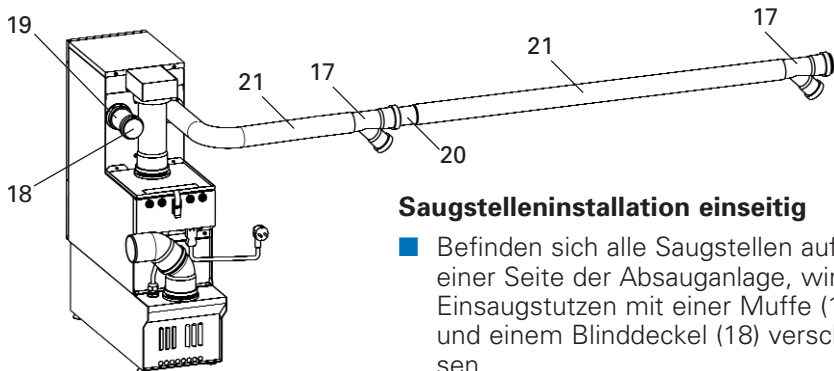

Abb. 3: Saugstellen-
- Entnehmen Sie das mitgelieferte Zubehör aus dem Schmutzbehälter (11).
- Entfernen Sie die Transportsicherung unter dem Filter (10)
- Die Abluft der Absauganlage kann durch Verdrehen des Rohrstutzens (14) wahlweise nach links, rechts oder nach hinten ausgeblasen werden.
- Verbinden Sie die Saugstellen und die Einsaugstutzen (12) mit dem Saugschlauch 50mm. (Siehe Abb.3 + 4, Seite 10)
- Stecken Sie das Steuerkabel in eine der Buchsen (13) am Sauggerät und in die dafür vorgesehene Buchse am Saugstellenöffner.
- Schließen Sie das mitgelieferte Netzkabel (8) an die Absauganlage an und stecken Sie den Netzstecker in eine Steckdose.